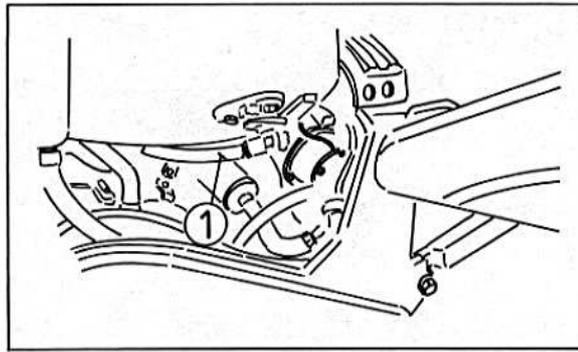

Bild 378
- Den Treibstoffschlauch an der Unterseite des Treibstofftanks abnehmen (Bild 378).